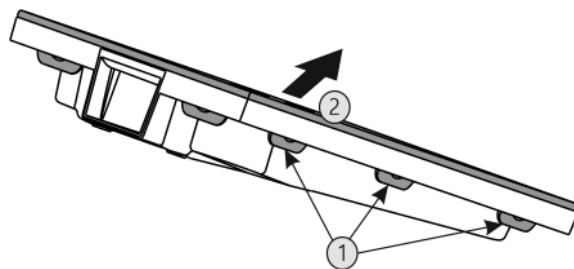

Fig. 50
- Последовательно нажать на все накладки Fig. 50 (1) и снять крышку Fig. 50 (2).